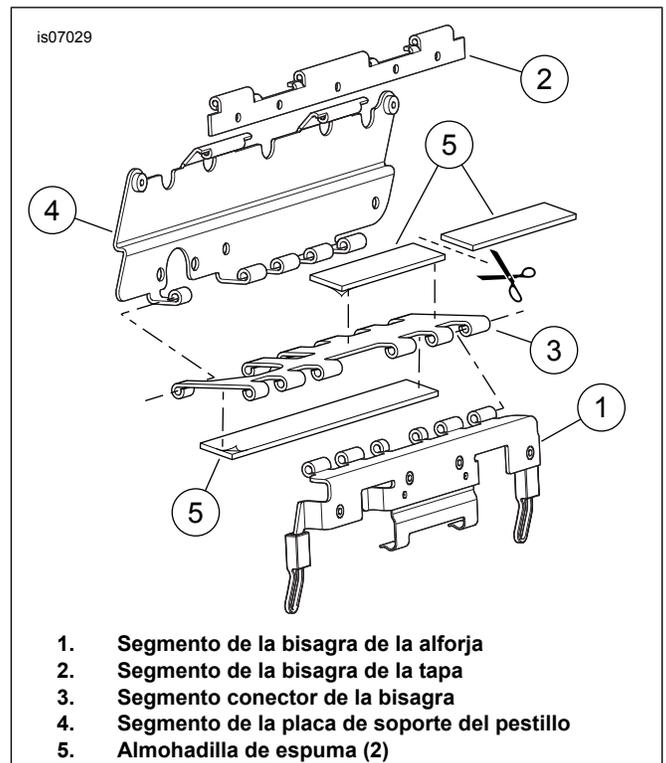

Figura 3. Instalación de las almohadillas de espuma en la bisagra del pestillo de la alforja (se muestra el lado izquierdo)
Vea Figura 3. Para mayor claridad, se muestra la bisagra del pestillo de la alforja sin los pasadores.
15. Obtenga dos almohadillas de espuma (Figura 7, Artículo 15) del kit. Corte un pedazo a la mitad, como se muestra en Figura 3. Quite el forro del respaldo adhesivo de la almohadilla **sin cortar** y sujétela al lado plano del segmento conector de la bisagra del pestillo (3). Quite el forro del respaldo adhesivo de una almohadilla cortada y fíjela al lado de la bisagra del segmento conector del pestillo, como se muestra.